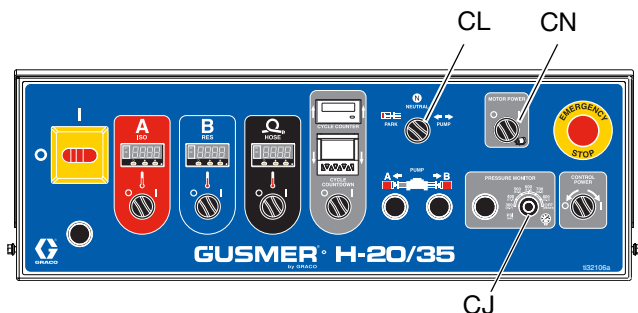

図 39
9. 圧力モニターノブ (CJ)をOFFにします。図 39 を参照してください。
10. モーター電源スイッチ (CN) をONにして油圧モーターを始動させます。次にポンプ制御スイッチ (CL)をPUMPにします。